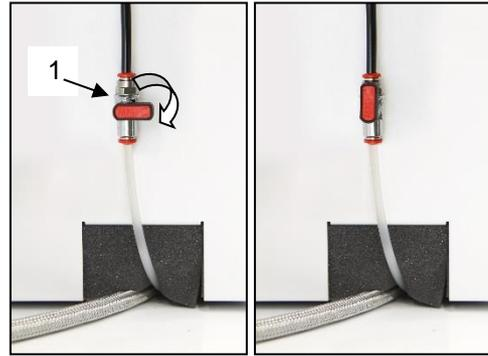

Рис. 10
Чтобы выключить компрессор для выполнения технического обслуживания или по другой причине, поверните переключатель (2) на реле давления (1) в положение 0 и **выньте вилку из розетки электросети**. В результате компрессор будет отсоединен от источника питания. Затем откройте спускной клапан (рис. 10), чтобы стравить давление в воздухосборнике до нуля.
### Компрессоры (рис. 10)
Если компрессор не будет использоваться в течение продолжительного времени, слейте весь конденсат из воздухоборника. Затем включите компрессор на 10 минут, оставив сливной клапан (1) открытым (рис. 10). Выключите компрессор с помощью выключателя (2) на реле давления (1) (рис. 9), закройте сливной клапан и отсоедините устройство от электросети.
- Сбавьте давление воздуха в воздухоборнике, открыв сливной клапан (1) (рис. 10).